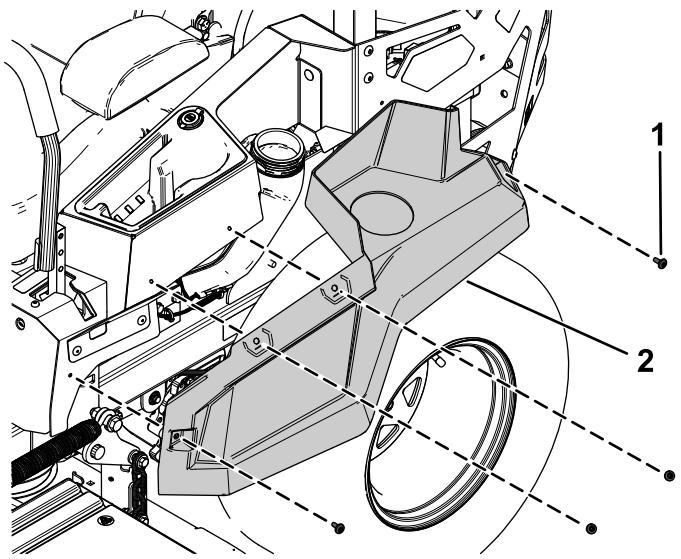

Figure 4
2. Retirez les 4 vis à épaulement de fixation du carénage gauche et déposez le carénage (Figure 4).